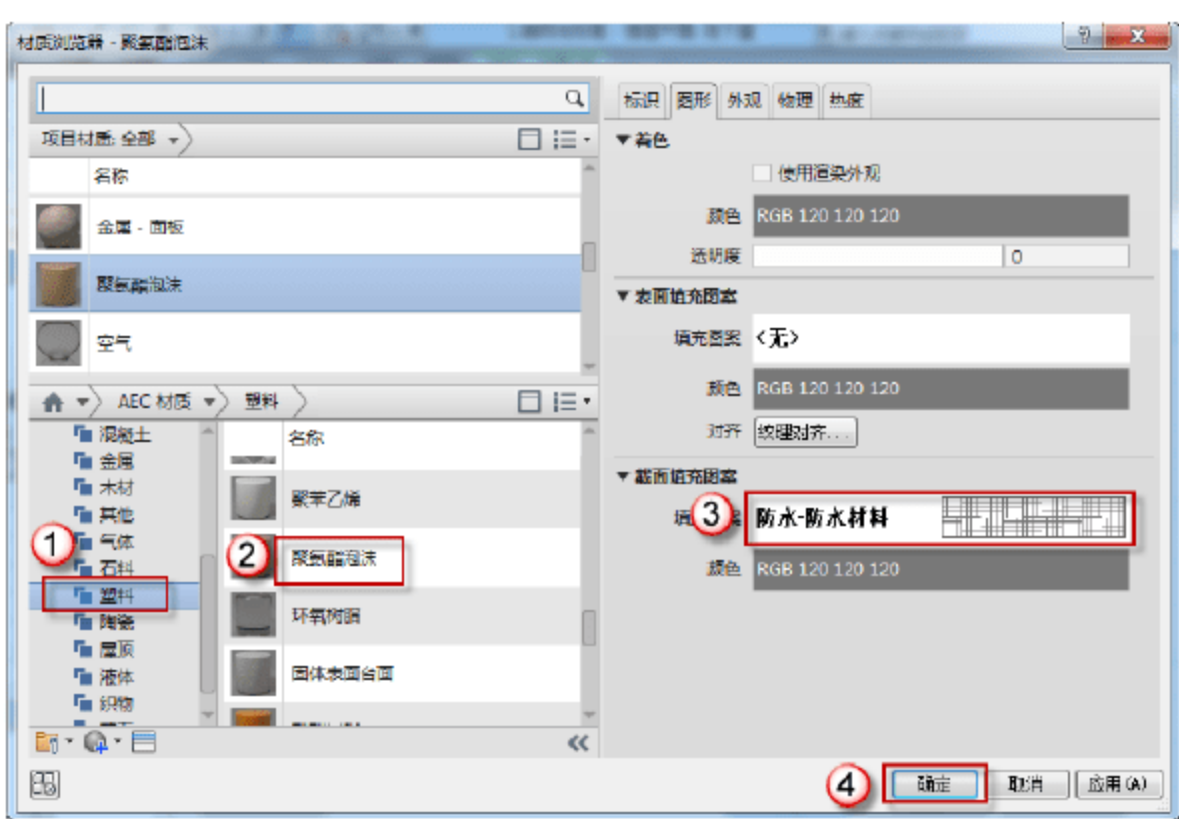

图 9.1.19 编辑“衬底[2]”材质
(6) 编辑“衬底[2]”材质。在“编辑部件”对话框中，单击“衬底[2]”对应的“材质”单元格右上角的“浏览”按钮，在弹出的“材质浏览器”对话框中，在“AEC 材质”下选择“塑料”→“聚氨酯泡沫”，在“截面填充图案”中选择“防水-防水材料”图案，如图 9.1.19 所示。单击“确定”按钮，返回“编辑部件”对话框，然后将其对应的厚度改为“5mm”。